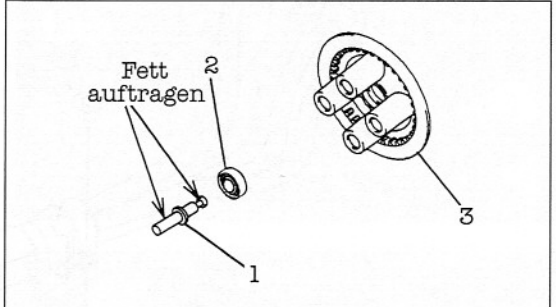

Bild 197
- Ausrücklager und Druckscheibe wie in Bild 197 gezeigt (gefettet) einsetzen.